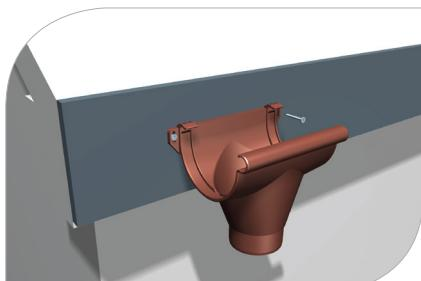

рис. 4
- 1.8 В системе Galeco PVC воронки и соединители монтируются неподвижно к лобовой доске при помощи специальных держателей (или при помощи кронштейна к доске стропильной ноги), что стабилизирует систему и способствует тому, что одним подвижным элементом остается желоб (**рис. 4**)